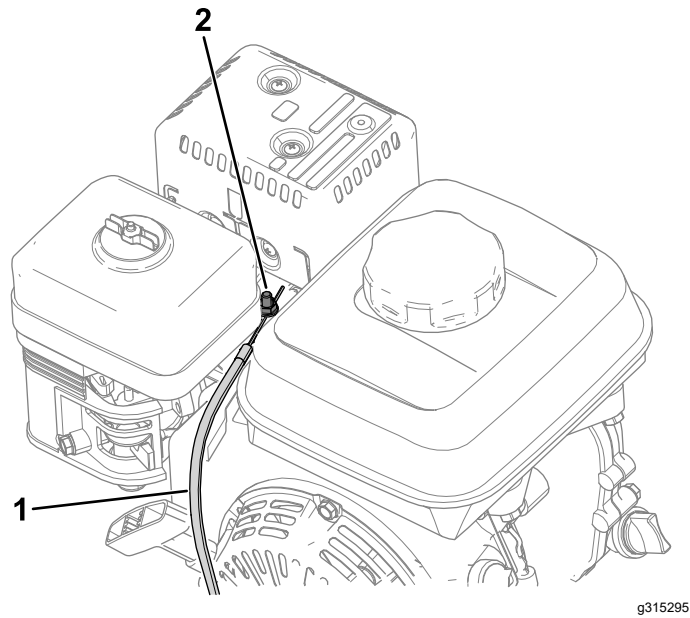

Figura 39
- Afloje el tornillo de la abrazadera del conducto del cable (Figura 39).